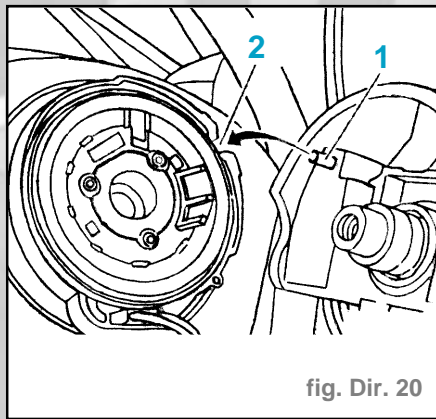

fig. Dir. 20
**Remarque pour la repose :** La goupille d'arrêt doit s'engager dans l'évidement (2) (fig. Dir. 20).